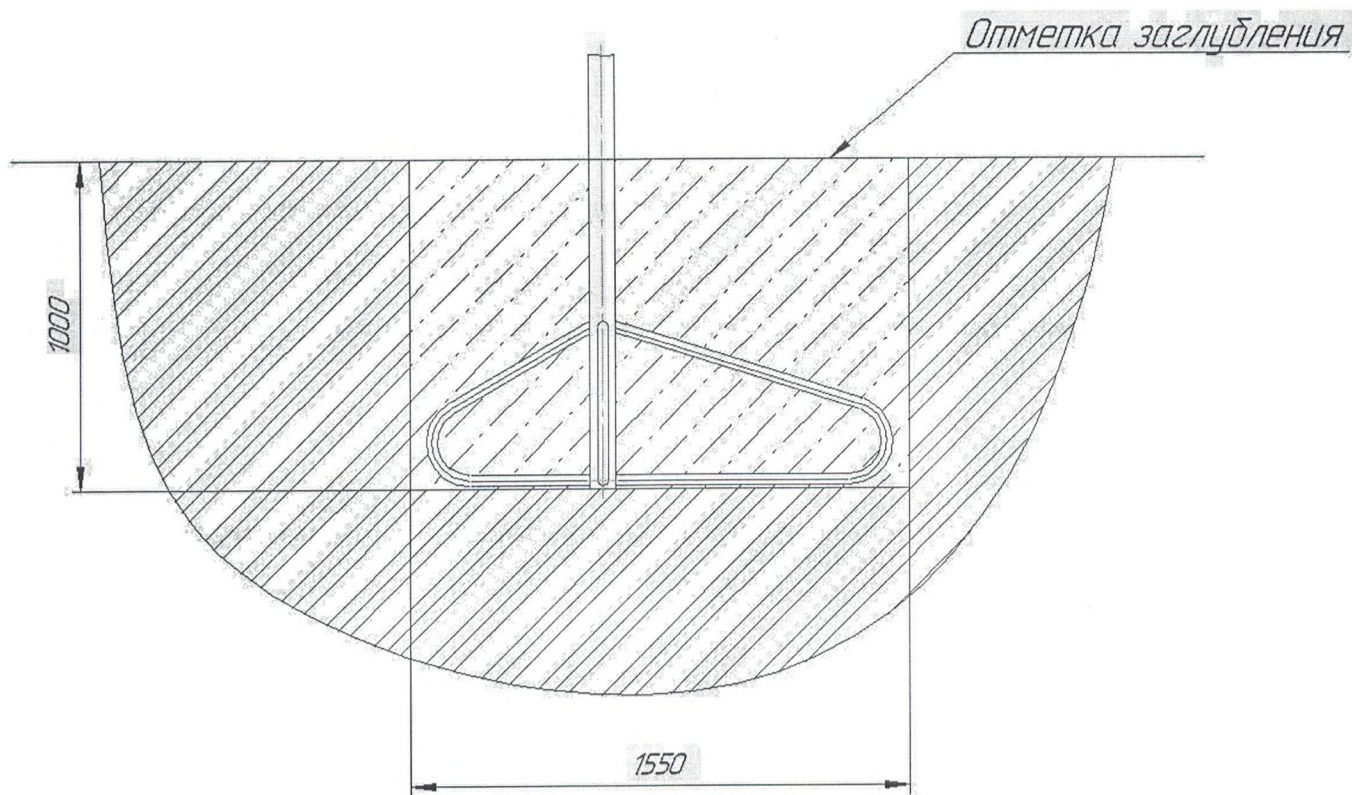

Рис.4 Схема бетонирования
- бетонирование производить согласно схеме бетонирования (рис.4)